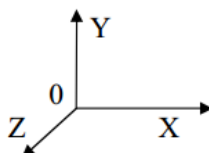

Рис. 8.8. Расположение систем координат
- векторы углов поворота систем координат (на вкладке Orientation). По умолчанию все углы поворота всех систем приняты нулевыми. Изменение их в большинстве случаев не требуется. Координатные оси любой системы координат в SimMechanics по умолчанию расположены так, как показано на рис. 8.8, что соответствует правой Эйлеровой системе координат (Euler X-Y-Z).